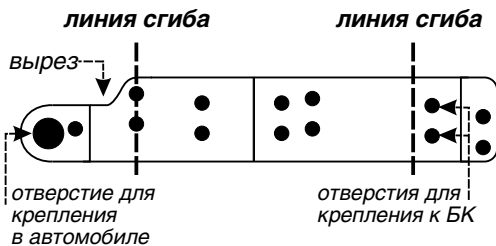

Рис. 2.9
Кронштейн, внешний вид которого приведен на рис. 2.9, представляет собой металлическую пластину.
6. Согните пластины по линиям сгиба, рис. 2.9, так, как показано на рисунке 2.10. Учитывайте, что кронштейны будут устанавливаться один с правой, другой с левой стороны, сгибайте их в противоположные стороны (зеркально).